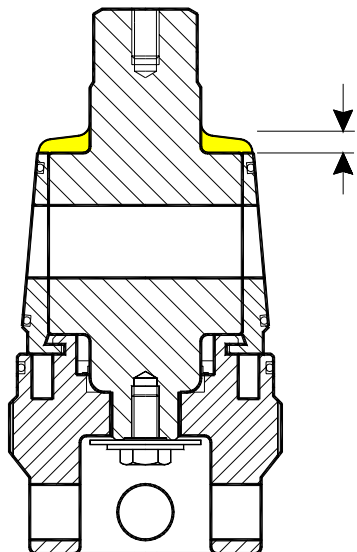
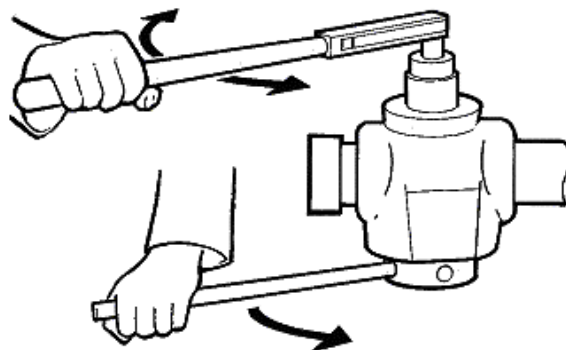
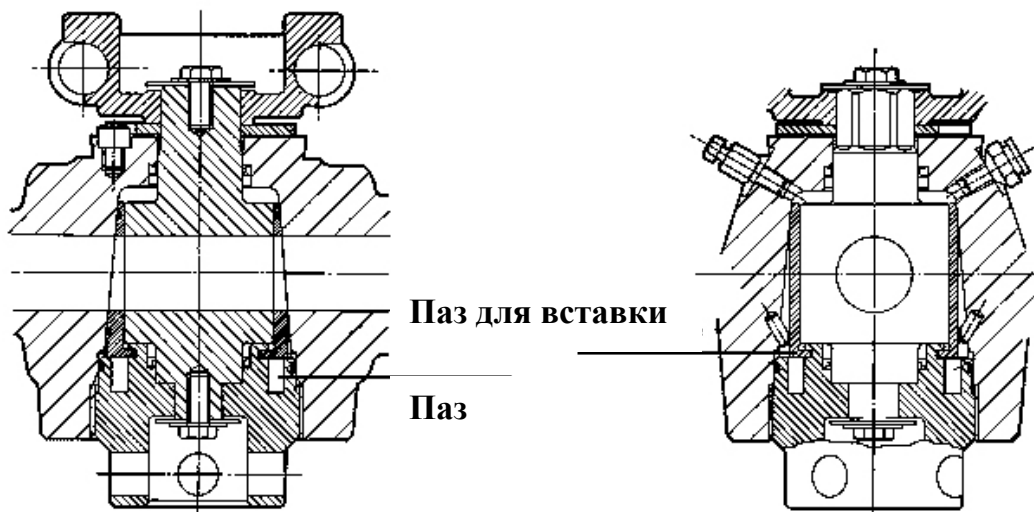

Рис. 2
Рис. 3
Рис. 4
3. До того, как приступить к повторной сборке клапана, следует убедиться в том, что все детали абсолютно чисты и на поверхностях не содержится посторонних примесей. Если болт с круглой головкой (2) и вальцованные штифты (14) были сняты, установить их в корпус (1).
4. Смазать уплотнения пробки (13) густой смазкой или герметиком (Anson № 15333). Вдавить уплотнения пробки в соответствующие отверстия - в верхней части полости корпуса клапана (1) и регулировочной гайки (8). Убедиться, что предохранительное кольцо расположено в нижней части отверстия уплотнения и отвернуто от стороны давления.
5. Заполнить паз регулировочной гайки (8) герметиком, причем герметик не должен попасть в паз для вставки (рис. 4). Примечание: в клапане диаметром 1 дюйм нет паза для вставки.
6. Осторожно ввести пробку (9) в регулировочную гайку (8), закрепив ее болтом с шестигранной головкой и шайбами (3), (7) и (16).
7. Нанести на пробку слой герметика для пробкового клапана, затем установить вставки (10) на пробку.
8. Нанести слой смазки на верхнюю часть узла пробка/вставка (рис. 2), таким образом, чтобы все полости были заполнены при заключительной сборке.
11. Установить ограничитель (6) на корпус клапана поверх пробки (9), которая должна быть в открытом положении, чтобы ограничить вращение пробки во время затягивания регулировочной гайки (8).
12. Пробку следует вращать взад-вперед из открытого в закрытое положение, с помощью динамометрического ключа, на протяжении времени, когда регулировочная гайка подтягивается в корпус (рис. 3). Медленно затягивать регулировочную гайку до тех пор, пока отверстие вставки не будет совмещено с отверстием клапана и отметить показание динамометрического ключа. Любое неожиданное увеличение крутящего момента означает, что регулировочная гайка была затянута слишком сильно. В таком случае следует отвернуть регулировочную гайку на 1/4 оборота. Излишняя смазка выступит из ниппеля для смазки (5).
14. После полного завершения регулировки, установить рукоятку (4) и закрепить ее болтом и шайбами (3), (7) и (15), причем проушины на рукоятке (4), обозначающие позицию вкл./вкл., должны быть совмещены с линией, обозначенной на шестиугольной верхней части пробки, указывающей направление потока.
15. Установить на корпус (1) ниппель для смазки (5) и ниппель для слива смазки (23) [если они применяются].
17. Смазка клапана осуществляется через ниппель для смазки (5) расположенный на корпусе клапана (1), причем клапан должен находиться в открытом положении. После нескольких ходов насоса для смазки привести клапан в закрытое/открытое/закрытое и т.д. положение – повторять процедуру до тех пор, пока в отверстии не появится смазка.